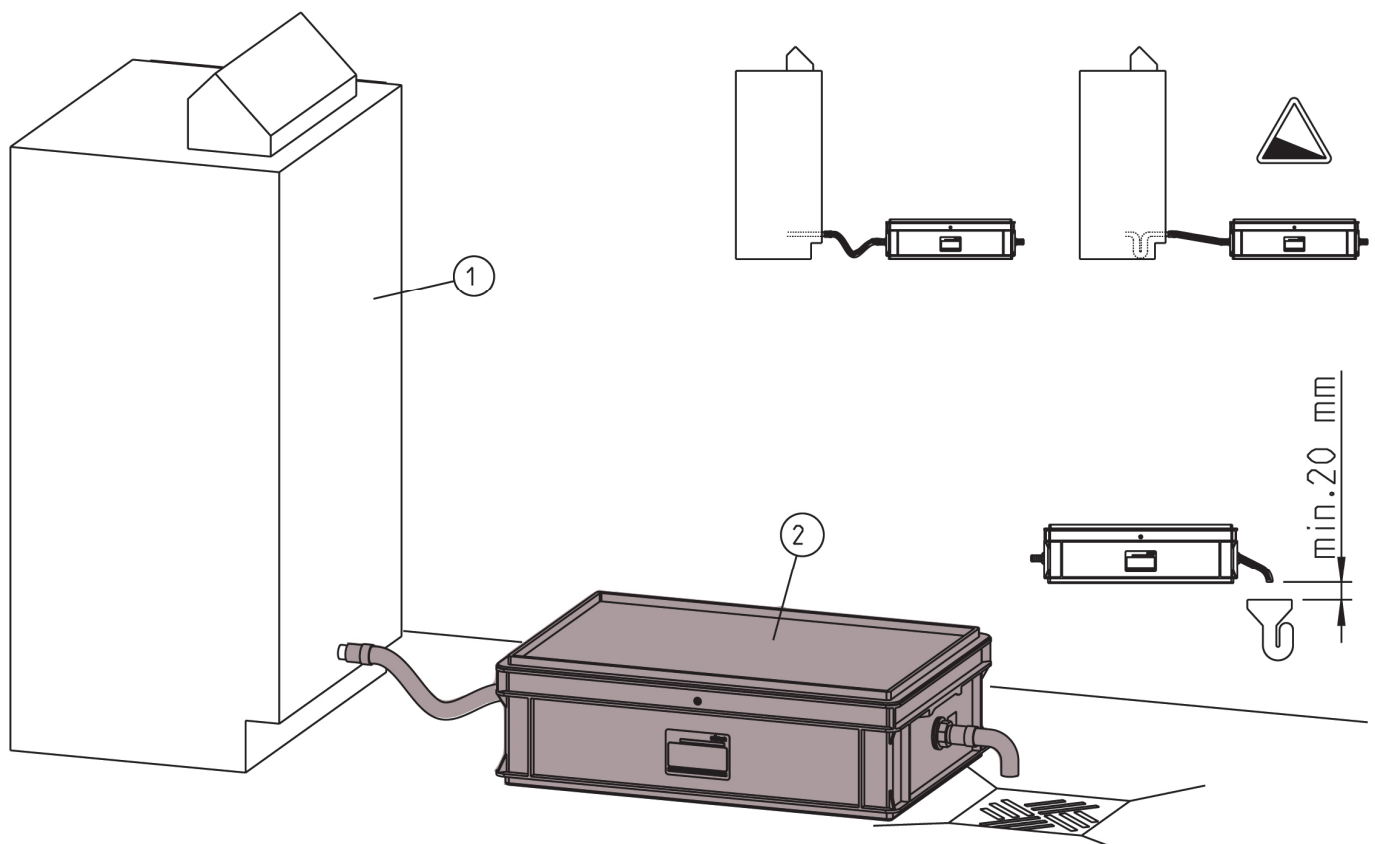

Fig. D-1: esempio di montaggio
- Il tubo flessibile di deflusso non deve essere collegato direttamente al tubo fognario, al fine di evitare la contaminazione dell'impianto di neutralizzazione da parte delle sostanze nocive e dei germi presenti nella rete fognaria (vedere Fig. D-1).
- In mancanza di un sifone sulla caldaia, il tubo flessibile di mandata deve essere posato a forma di U (vedere Fig. D-1) ed in pendenza verso l'impianto di neutralizzazione.